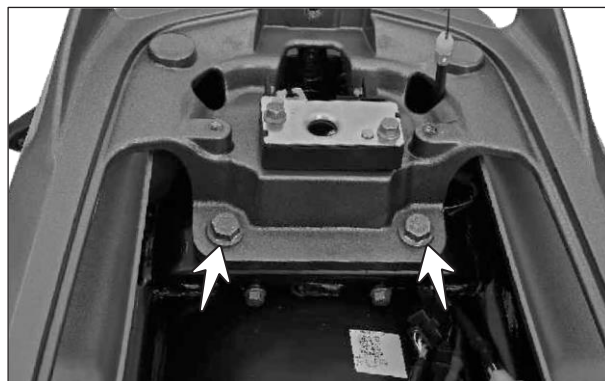

Fig. 1.64
- Retire los 2 tornillos hexagonales (M8x25) con las arandelas (10.5x1.86x1.6) de parte trasera de las agarraderas del acompañante. (Fig. 1.64)